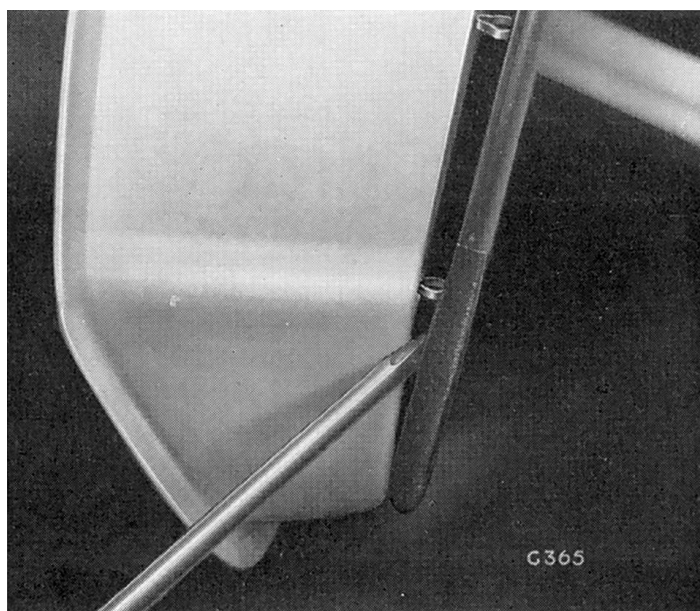

Fig. 30. Démontage du panneau de garniture de portière
- (a) Retirer les deux poignées intérieures (2) et (22) en pressant fermement les caches (18) contre le panneau de garniture et en extrayant les goupilles (19).
- (b) Détacher le panneau de garniture de la portière (Fig. 30).
- (c) Retirer les ressorts (17) des axes.